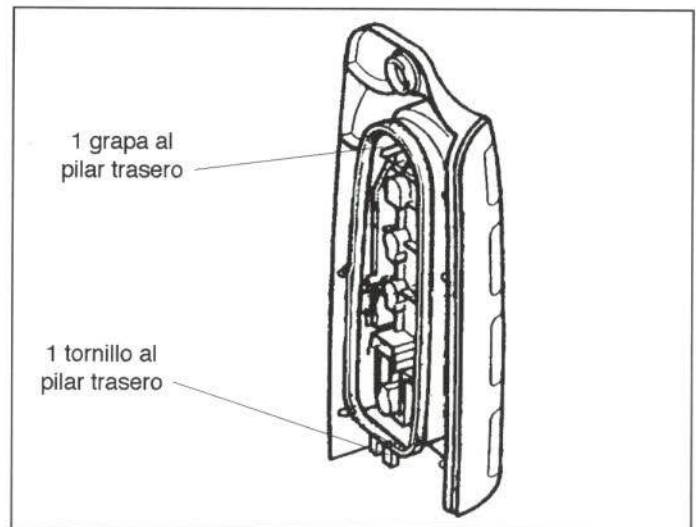

Figura 55.- Unión del piloto trasero
Su fijación se muestra en la figura 55.
- Piloto trasero (figura 55).